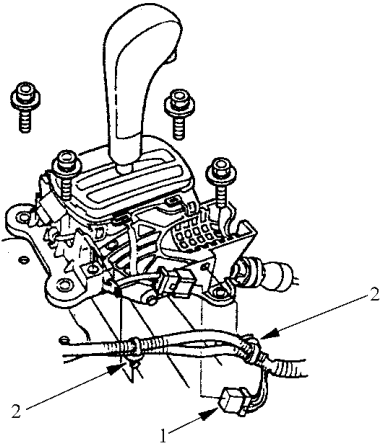

图 5-62 拆卸线束
5) 如图 5-62 所示, 断开换档锁电磁线圈插接器, 然后, 从换档杆托架底座上拆除线束夹。